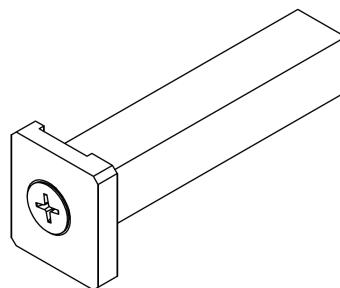
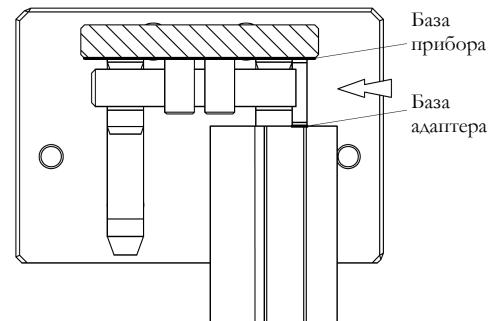

Рис. 11. Дополнительный вставной элемент (адаптер)
Рис. 12. Дополнительный адаптер, вставленный в прибор 60-0253
На первом этапе вставить дополнительный элемент (адаптер) (рис. 11) в канал прибора 60-0253 (обратить внимание, чтобы адаптер был придвинут к прибору) (см.рис.12). Далее вставить первый профиль (рис. 13) в прибор до самого основания адаптера, и высверлить отверстие  $\phi 8 - \phi 4$  ①. Затем адаптер вынуть с прибора, придвинуть профиль к основанию станка и высверлить отверстие двухуровневым сверлом  $\phi 8 - \phi 4$  ②. Отверстие выполнить таким образом, чтобы на внешней стенке профиля образовалось отверстие  $\phi 8$ , тогда как на внутренней – отверстие  $\phi 4$ .